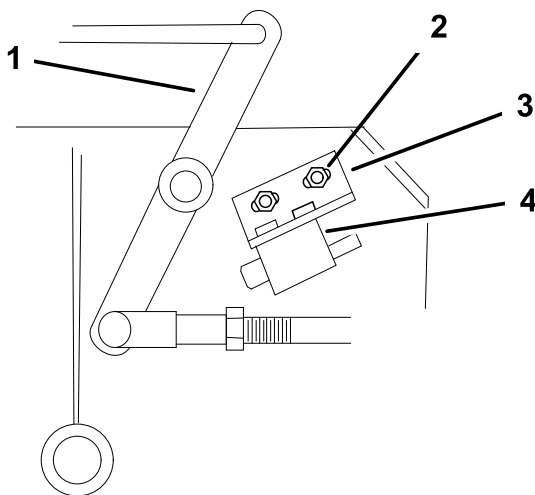

Рисунок 51
4. Если необходимо, отрегулируйте защитный выключатель ножа, ослабив болты крепления кронштейна выключателя (Рисунок 51).
Чтобы не повредить выключатель, убедитесь, что коленчатый рычаг **не касается** корпуса выключателя (Рисунок 51).